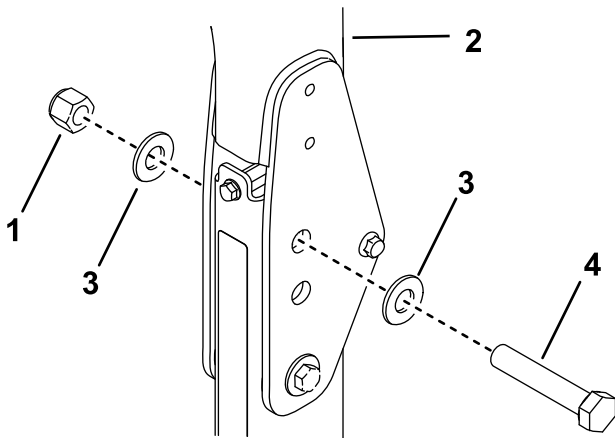

Figure 37
- Placez une rondelle (13/16" x 1 1/2") sur chaque boulon (3/4" x 4"), comme montré à la Figure 37.
- Placez les boulons et rondelles dans les trous occupés précédemment par les axes (Figure 37).
- Placez une autre rondelle sur chaque boulon et fixez le tout avec des écrous (3/4"), comme montré à la Figure 37.